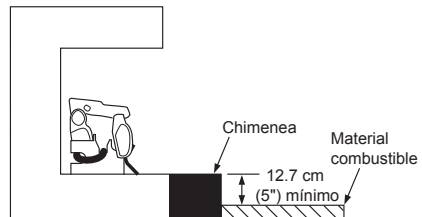

Figura 9 - Distancias mínimas para la chimenea sobre suelo combustible
B. Cuando los materiales combustibles estén a menos de 35.5 cm (14") de distancia al interior de la chimenea, debe instalar el calentador por lo menos a 12.7 cm (5") arriba del suelo combustible (consulte la figura 9).